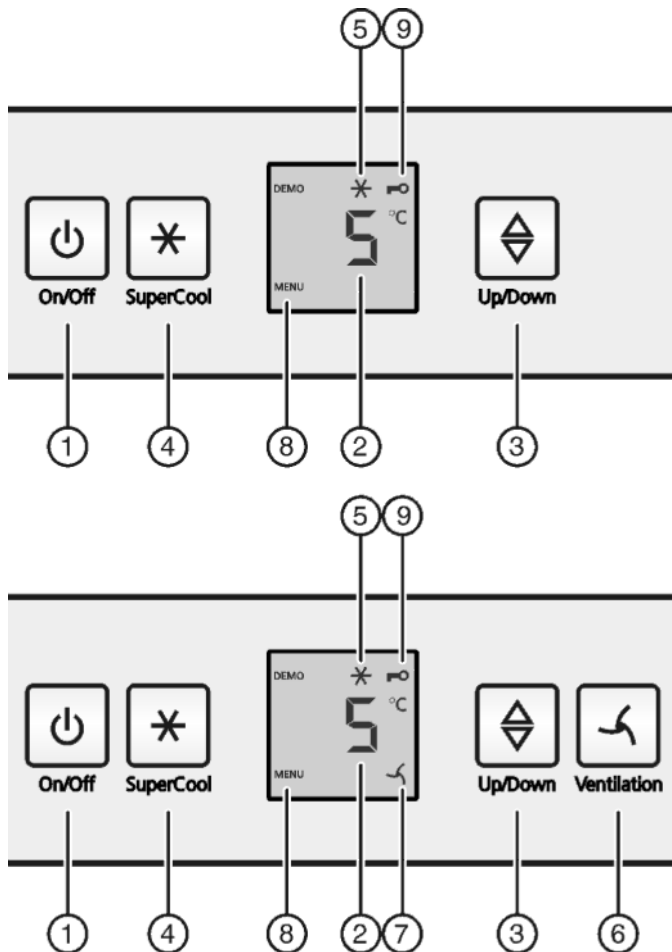

Fig. 2
- ▶ Aan/uit-toets Fig. 2 (1) indrukken.
- ▶ Toets SuperCool Fig. 2 (4) ca. 5 seconden indrukken.
- ▷ Op de display wordt het symbool Menu Fig. 2 (8) weergegeven.
- ▶ Met de toets SuperCool Fig. 2 (4) kort bevestigen.
- ▷ Het symbool Kinderbeveiliging Fig. 2 (9) op de display gaat branden.
- ▶ De toets On/Off Fig. 2 (1) kort indrukken.
- ▶ Temperatuurfunctie oproepen: Druk de insteltoets Fig. 2 (3) in.
- ▶ Temperatuur in 1 °C stappen wijzigen: Druk de insteltoets Fig. 2 (3) net zo vaak in, totdat de gewenste temperatuur op het temperatuuronbeeld oplicht.
- ▶ Toets SuperCool Fig. 2 (4) kort indrukken.
- ▷ Het symbool SuperCool Fig. 2 (5) is verlicht in de display.
- ▷ Het symbool SuperCool Fig. 2 (5) in de display gaat uit.
- ▶ Druk kort op de toets Ventilatie Fig. 2 (6).
- ▷ Het symbool Ventilatie Fig. 2 (7) brandt.
- ▷ Het symbool Ventilatie Fig. 2 (7) gaat uit.